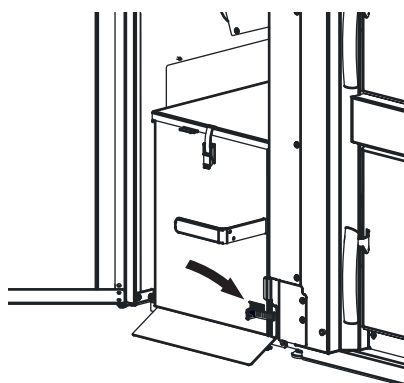

Fig. 33 Aprire la chiusura a staffa di fissaggio
- ▶ Allentare la chiusura a staffa di fissaggio inferiore destra – Fig. 33.